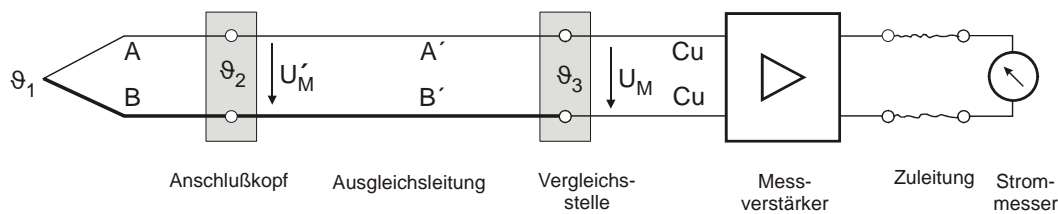

Bild 1
**d) Die beiden Ausgleichsleitungen A' und B' (Bild 1) wurden irrtümlich vertauscht. Wie groß ist dann die Messspannung  $U_M$ ?**